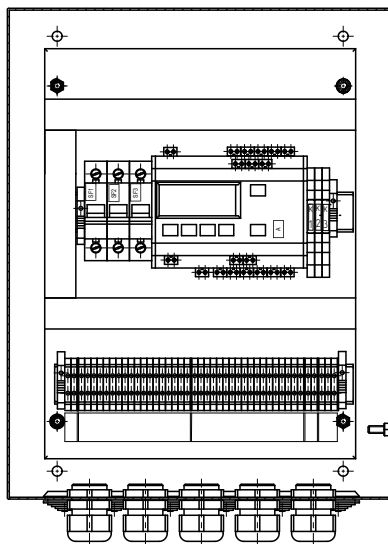

Рисунок 1 – Шкаф управления электроздвижками
5.1 Корпус шкафа, выполненный из стали, имеет коробчатую форму. К корпусу с помощью петли крепится крышка. Элементы управления, размещённые внутри корпуса, установлены на DIN-рейках (рис.Рисунок 1а). На крышке шкафа расположены органы управления и индикации (рис.Рисунок 1б). Конструкция шкафа преду-